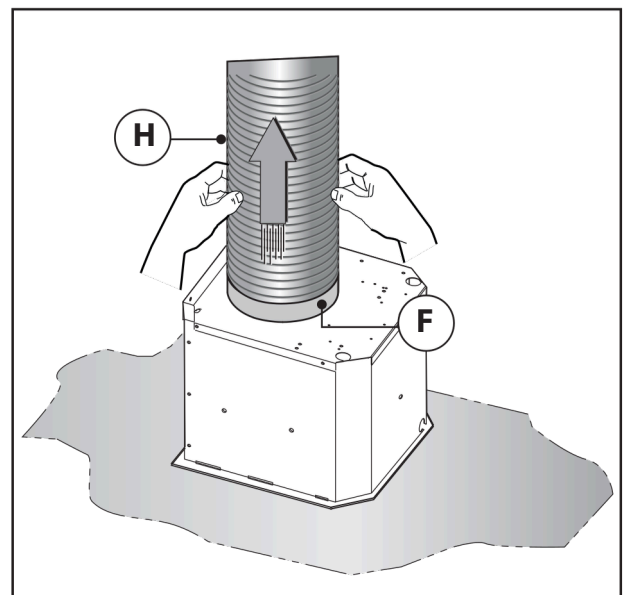
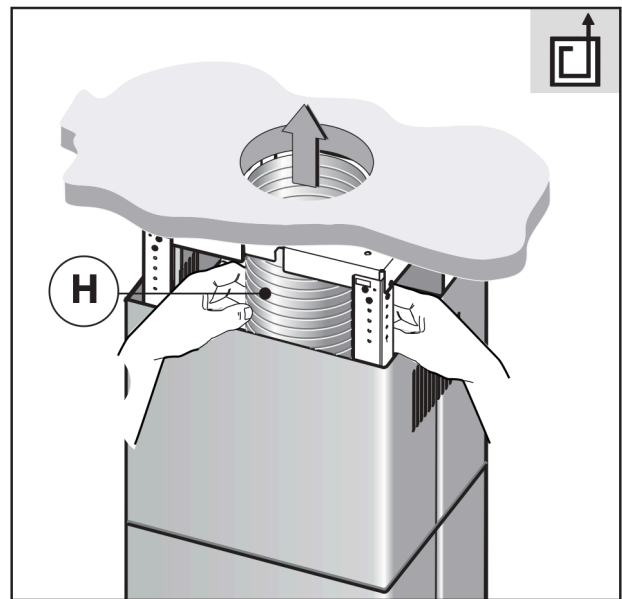

Fig.8
Fig.12
Insugande version: fäst luftuttömningsröret **H** (bifogas inte) på kopplingsfogen **F** (Fig.8). Fäst slangen i hålet för luftuttömning, se (Fig.12).
- Fäst luftuttömningsröret **H** (bifogas inte) på kopplingsfogen **F** (Fig.8).